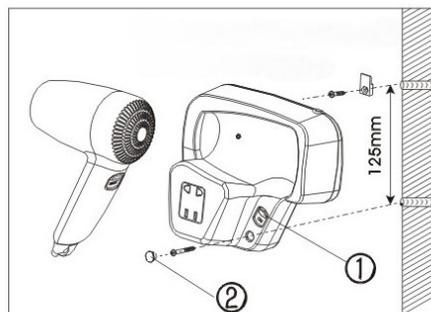

Fig. 2
- 1 Bohrung von 2 Löchern mit Abstand von 125 mm wie in Fig. 2 angewiesen. 6 mm Bohrer verwenden. Die Dübel in die Löcher einsetzen und den beigelegten Plastikbeschlag fest in das obere Schraubenloch schrauben.
- 2 Die Rückwand des Halters über den Plastik-Beschlag führen, dadurch fixiert sie am Beschlag. Den Halter fest an die Wand schrauben und die in Fig. 2 mit 2 markierten Plastikpropfen auf die unteren Schraubenlöcher setzen.
- 1 Bohrung von 2 Löchern mit Abstand von 125 mm wie in Fig. 2 angewiesen. 6 mm Bohrer verwenden. Die Dübel in die Löcher einsetzen und den mitgelieferten Plastikbeschlag fest im oberen Loch schrauben.
- 5 Den in Fig. 2 mit 2 markierten Plastikdeckel über das untere Schraubenloch einsetzen, und die Vorderseite wieder festschrauben.